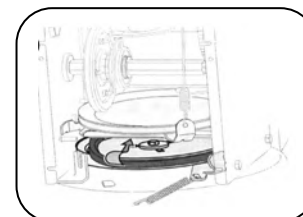

Рис. 30
4. Снимите приводной ремень со шкива и между фрикционным колесом и диском фрикционного колеса. См. рис. 30.